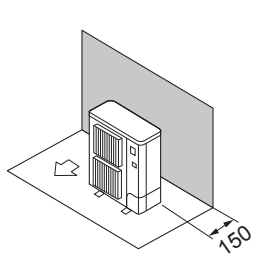

Fig. 2-3
- ① Շրջապատող իրեր, միայն հետևի մասում (Fig. 2-3)